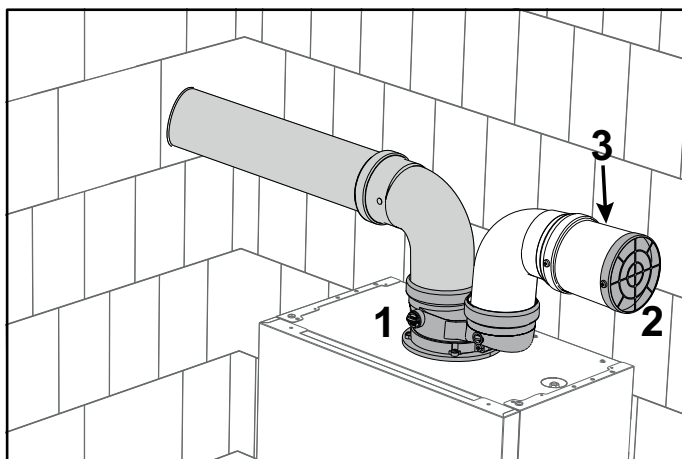

fig. 31- Rejilla de protección
Instale el accesorio inicial (1fig. 31 - cód. **041101X0**). En el conducto de entrada se tiene que montar la rejilla de protección (2 - fig. 31 - cód. **1KWMA85A**). Si es necesario, monte un manguito (3) entre la rejilla y el accesorio.